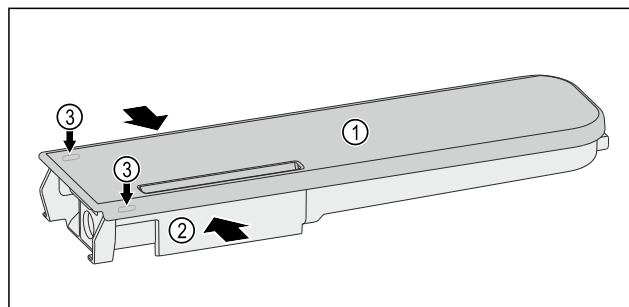

Fig. 224
- Ngjishni enën e ujit Fig. 224 (2) dhe ngrini e tërhiqni lart me kujdes kapakun Fig. 224 (1) nga gjuhëzat e kapjes Fig. 224 (3).
- Lëvizni lehtë kapakun Fig. 224 (1) përpara dhe mbrapa dhe hiqeni nga lart.